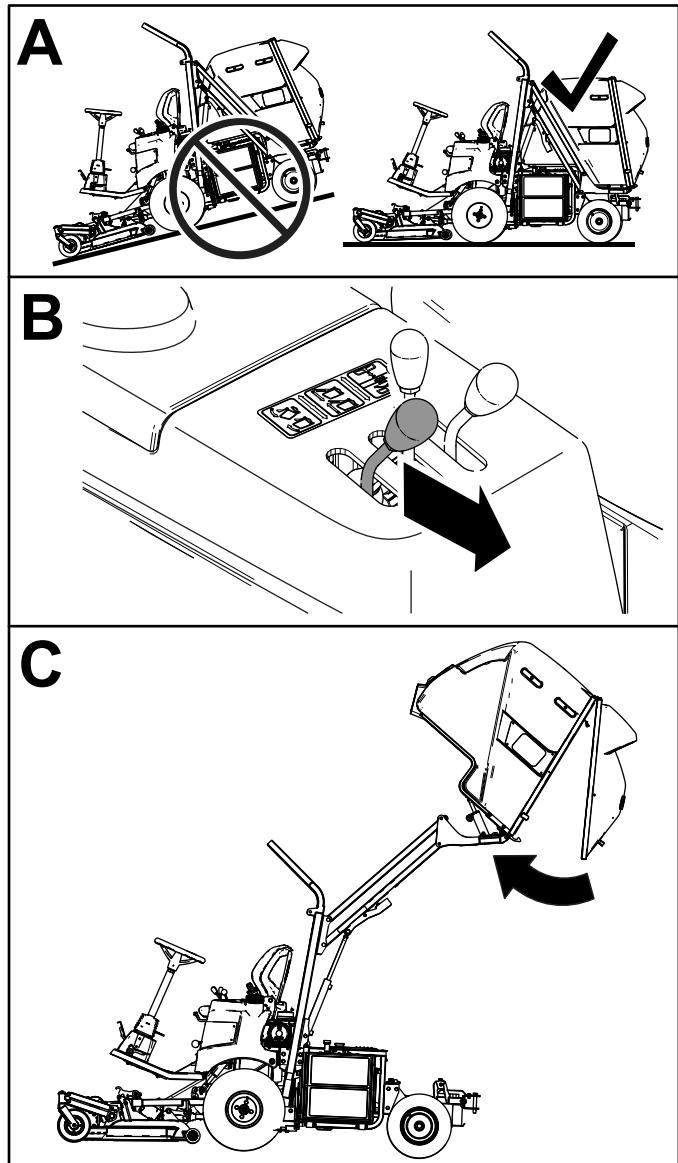

Figura 26
2. Após despejar as aparas, desloque a alavanca de descarga da tremonha para a frente para fechar a tremonha (Figura 26).